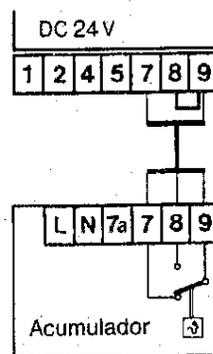

Fig. 12
- Conectar en las bornas 7, 8 y 9 según la fig. 12